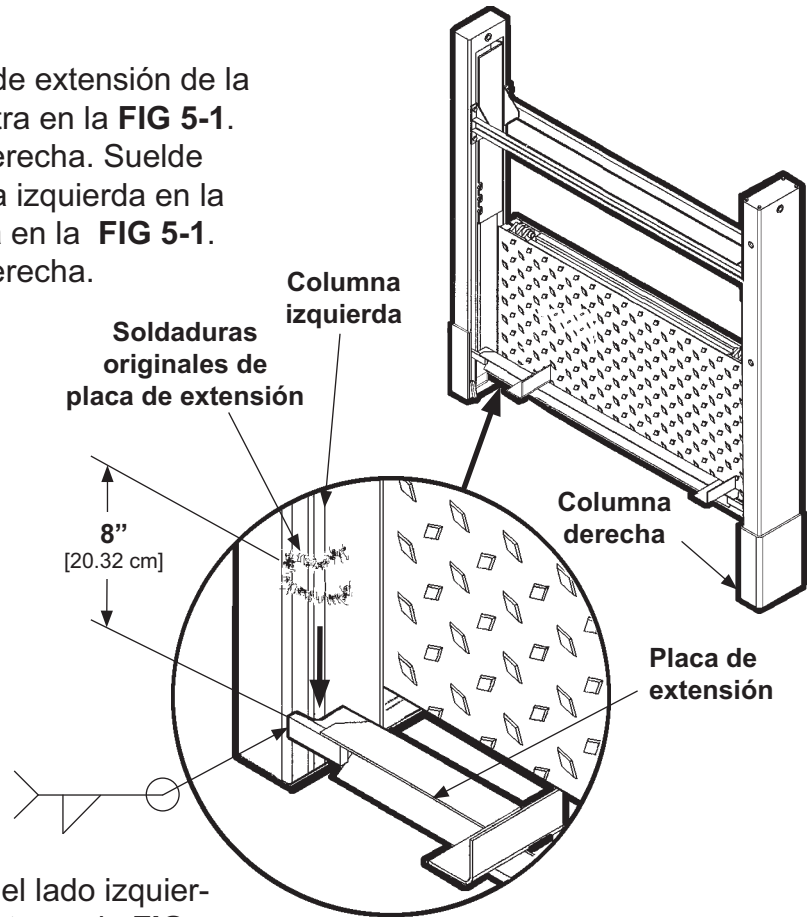

FIG. 5-1
3. Retire las soldaduras de la placa de extensión de la columna izquierda como se muestra en la **FIG 5-1**. Haga lo propio para la columna derecha. Suelde la placa de extensión a la columna izquierda en la ubicación nueva como se muestra en la **FIG 5-1**. Haga lo propio para la columna derecha.